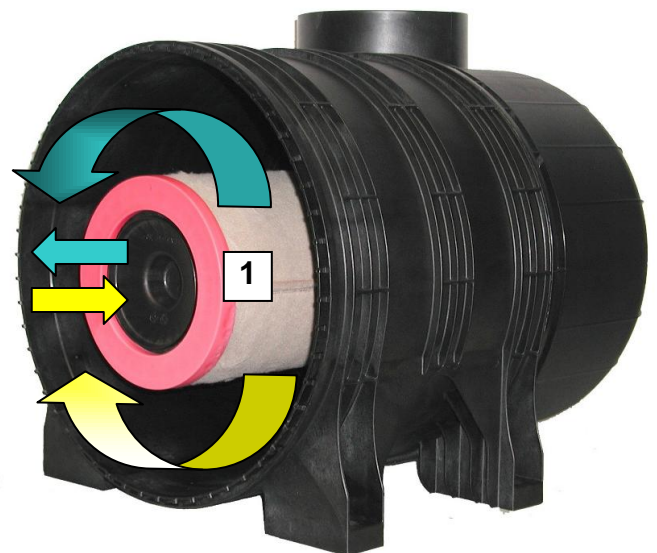

Bild 8 Sekundärelement wechseln
- Sekundärelement (1) entgegen dem Uhrzeigersinn aufschrauben und herausziehen.
- Neues Sekundärelement einschieben und im Uhrzeigersinn handfest (5 Nm) anziehen (siehe Bild 8).